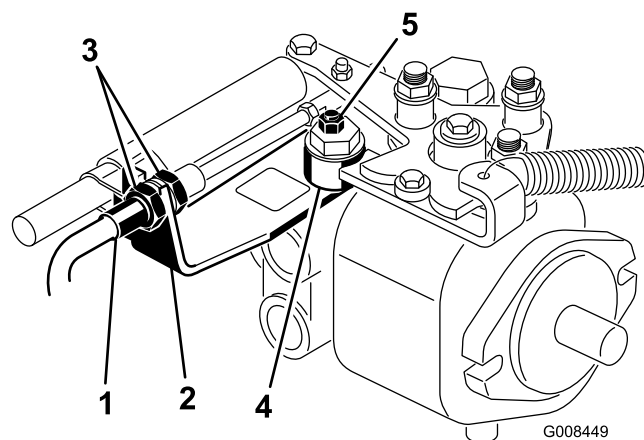

Figura 49
- A. Liberte as porcas que fixam o cabo de tracção ao anteparo do hidróstato (Figura 49). Certifique-se de que as porcas se encontram soltas de forma idêntica, de modo a permitir a operação de ajuste.
- B. Liberte a porca que fixa o disco excêntrico ao cima do hidróstato (Figura 49).
- D. Rode o disco excêntrico até eliminar a deslocação em qualquer um dos sentidos. Quando a roda deixar de rodar, aperte a porca, bloqueando deste modo o disco excêntrico e fixando a posição de ajuste (Figura 49). Verifique se o ajuste é o adequado colocando o regulador nas posições SLOW e FAST.
- E. Aperte **uniformemente** as porcas que se encontram em cada um dos lados do anteparo, fixando deste modo o cabo de tracção ao anteparo (Figura 49). Não rode o cabo.